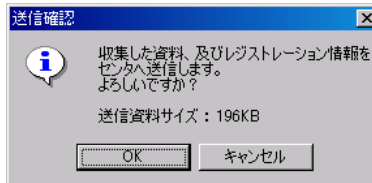

図 5-28 センタ送信確認メッセージ(バージョン 1)
- 8 資料収集が完了し、資料ファイルがセンタに送信可能なサイズ(700K バイト以下)の場合、センタ送信確認メッセージ(図 5-28)が表示されます。[OK]ボタンをクリックすると、収集した資料がセンタに送信されます(後ほど管理メニュー画面で送信することもできます)。
- 15 資料収集が完了し、資料ファイルがセンタに送信可能なサイズ(700K バイト以下)の場合、センタ送信確認メッセージ(図 5-28)が表示されます。[OK]ボタンをクリックすると、収集した資料がセンタに送信されます(後ほど管理メニュー画面で送信することもできます)。
資料ファイルがセンタに送信可能なサイズ(700K バイト以下)の場合、センタ送信確認メッセージ(図 5-28)が表示されます。